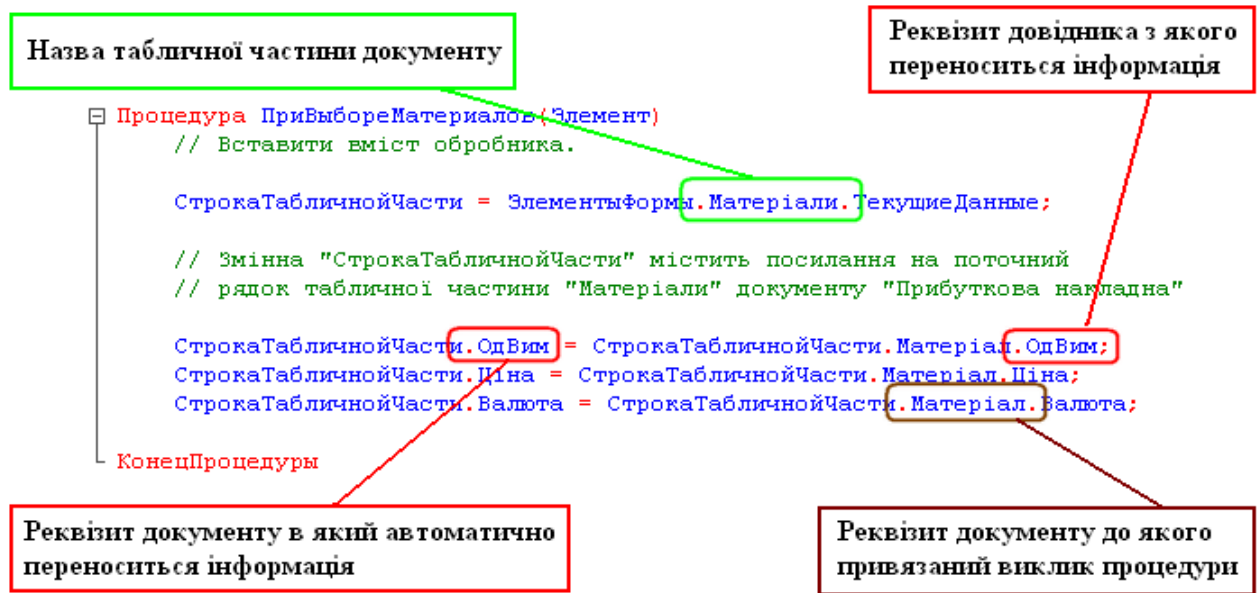

Рис. 9. Програмний код обробника події «ПриВыбореМатериалов»
9) Зразковий код для вирішення даної задачі представлено на рис.9. Тому переходимо на вкладку модуль нашої форми (клацнувши ЛКМ на  або на піктограму ).